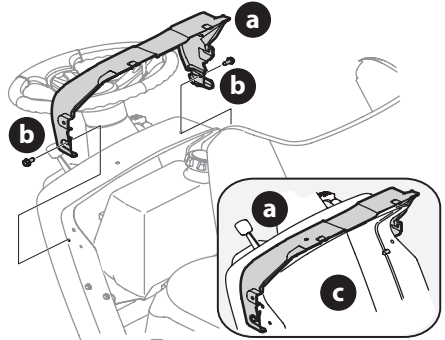

Figure 4
1. Si le protecteur (a) de tableau de bord n'a pas été installé en usine, la quincaillerie de montage du protecteur (a) se trouve sur le tableau de bord. Retirez les deux boulons (b) du protecteur du tableau de bord (a) (Figure 4).
2. Installez le protecteur (a) du tableau de bord et alignez les trous de montage (Figure 4).
3. Fixez le protecteur (a) sur le tableau de bord (c) avec les boulons (b) retirés à l'étape 1 (Figure 4).